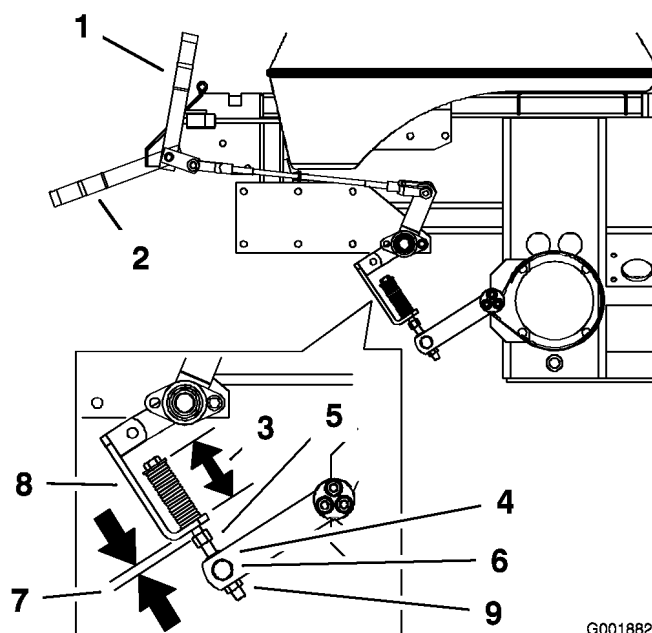

Figura 59
2. Mida la longitud del muelle. La medida debe ser de 70 mm entre las arandelas (Figura 59).
que está justo por debajo de la horquilla (Figura 59). Gire la tuerca hasta obtener la medida correcta. Apriete las dos tuercas juntas y repita en el otro lado de la unidad.
6. Mida la distancia entre el soporte del muelle y la tuerca de ajuste que está debajo del soporte del muelle. La medida debe ser de 5-8 mm (Figura 59).
7. Si es necesario un ajuste, afloje la contratuerca que está justo por encima del eje-rodillo. Gire la contratuerca que está debajo del eje-rodillo hasta obtener la medida correcta (Figura 59).
8. Apriete la contratuerca que está justo por encima del eje-rodillo (Figura 59).